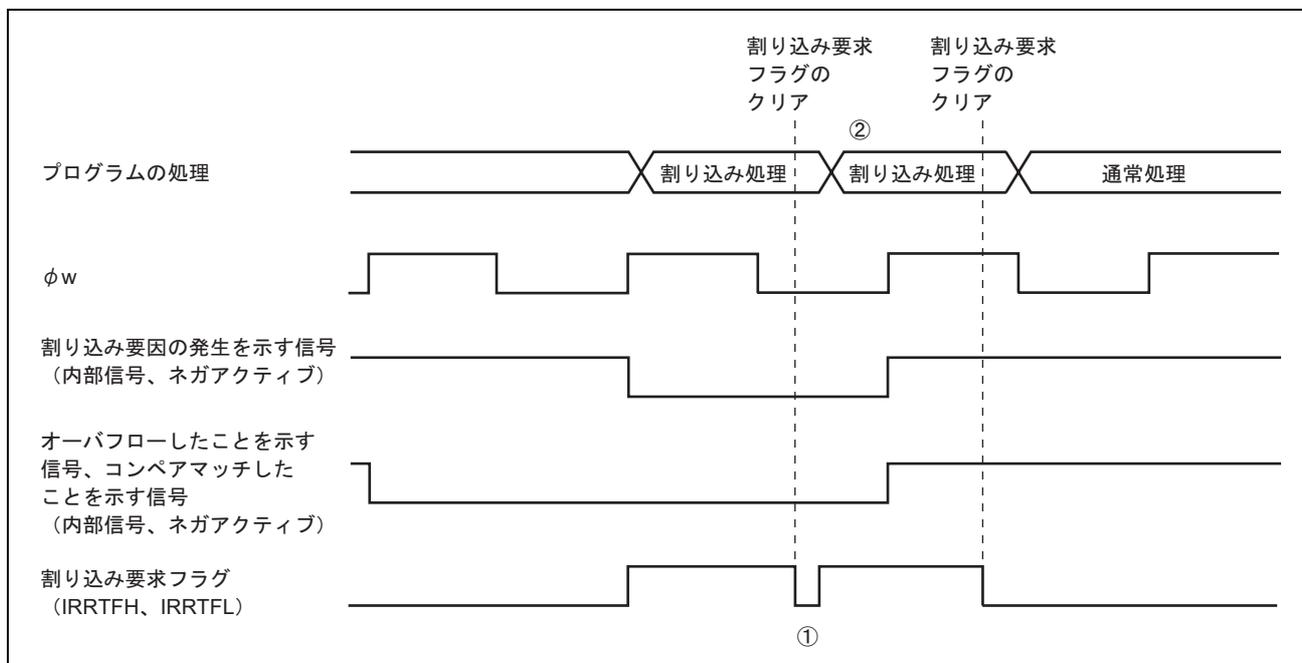

図 9.6 割り込み要因の発生を示す信号が有効なときに割り込み要求フラグのクリアを行った場合
内部クロックとして $\phi_w/4$ を選択した場合、「割り込み要因の発生を示す信号」の制御は ϕ_w で行われるため、この信号は ϕ_w の幅出力されます。また、「オーバフローしたことを示す信号」および「コンペアマッチしたことを示す信号」の制御は、 ϕ_w の2周期分の信号で行われるため、これらの信号は ϕ_w の2周期の幅出力されます (図 9.6)。
アクティブ (高速、中速) モードにおいて、「割り込み要因の発生を示す信号」が有効な間は、割り込み要求フラグをクリアしても、すぐにまた割り込み要求フラグがセットされます (図 9.6—①)。
割り込み要求フラグをクリアしても、すぐにまた割り込み要求フラグがセットされるため、1回のタイマ FH、タイマ FL 割り込みに対し割り込み処理が複数回行われることがあります (図 9.6—②)。